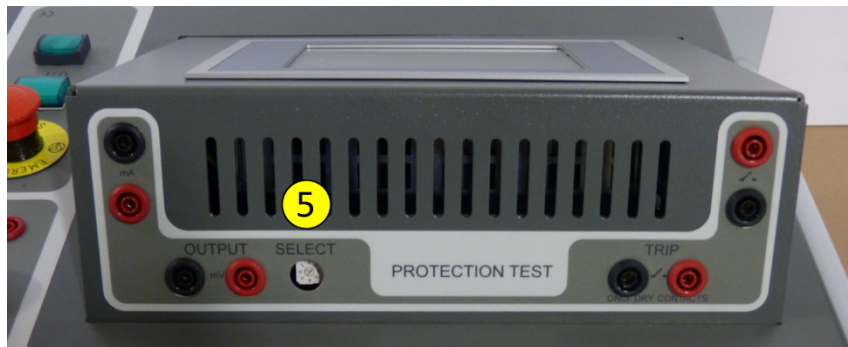

Figure 13 : Unité de contrôle : Réglage niveau de sortie de tension.
Le réglage du niveau de sortie se fait avec le commutateur 'SELECT', indiqué par ⑤ dans les figures 13 et 14.